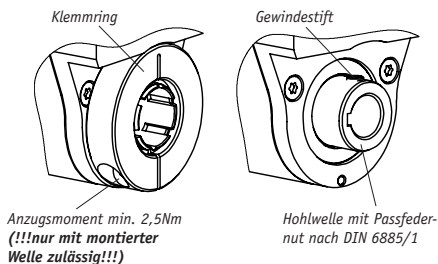

Abb. 2: Montage Antriebswelle
- Das Antriebsmoment wird über den Klemmring oder die Passfeder (siehe Abb. 2) auf die anzutreibende Welle übertragen.